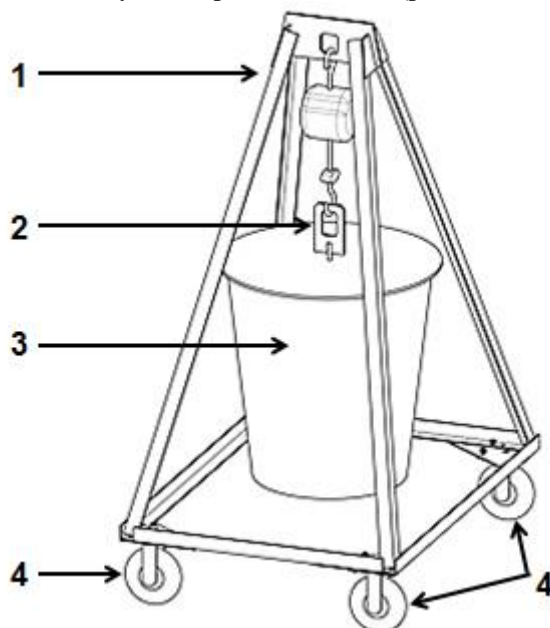
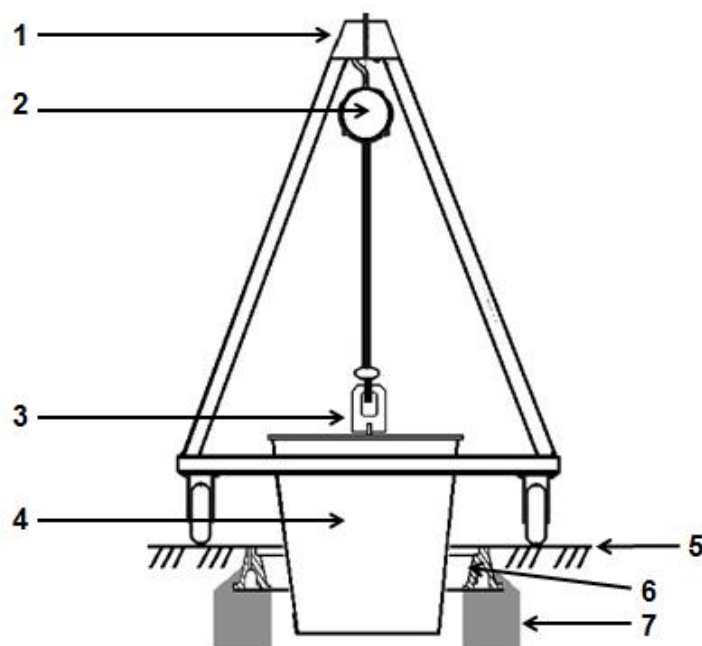

Рис. 6. Подъем устройства УАЗк-ССД с места выгрузки для дальнейшего перемещения к колодцу:
Рис. 7. Спуск запорного устройства в люк колодца:
7.10.Если местные условия не позволяют выполнить установку УАЗк с автомобиля с КМУ, то устройство выгружают в месте, где его можно поднять с помощью «Приспособление для монтажа УАЗк-ССД на колесах» и переместить к колодцу (рис. 6). В этом случае опускание устройства УАЗк в люк колодца выполняют, используя это приспособление (рис. 7).